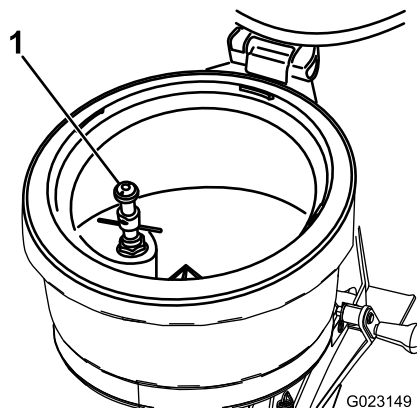

図 35
エダクタタンクの内部に薬剤容器のすすぎ口(図 35)が設けてあります。薬剤容器が空になったら、容器をさかさまにし、容器のフチの部分を使ってリンスの口を押し、容器の内部を洗ってください。ボトルリンスは、液剤タンクの液で洗浄されます。空の薬剤容器は、ボトルリンスの吐出口から噴出する液剤タンクからの薬液で洗浄されます。
- A. 容器をさかさまにして容器の口のヘリの部分でバルブを押す 図 35 ボトルリンス薬剤容器すすぎ \(ページ 19\)を参照。